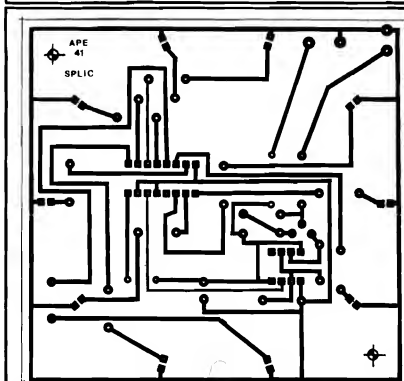

Fig. 3
- FIG. 3 - CHAPEADO DA MONTAGEM - Para quem está "chegando agora" à turma, expli-